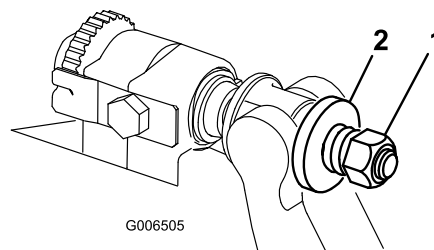

Figura 22
3. Serrate il dado di tensione della molla finché la molla non si schiaccia, quindi allentate di 1/2 giro (Figura 22).